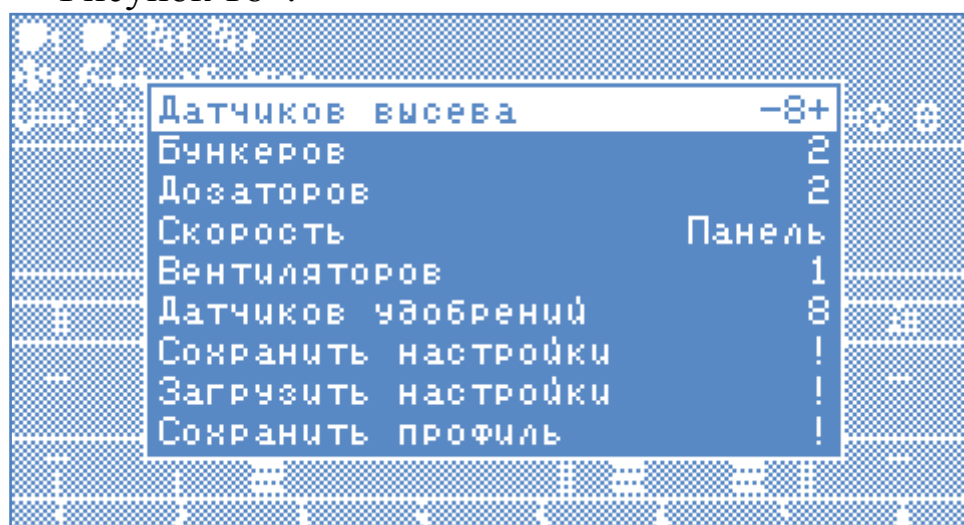

Рисунок 16 Профиль
9.4.1. Профиль – вызывает вложенное меню, позволяющее настроить состав и количество датчиков системы контроля высева. Вложенное меню содержит девять параметров, см. «Рисунок 16»: